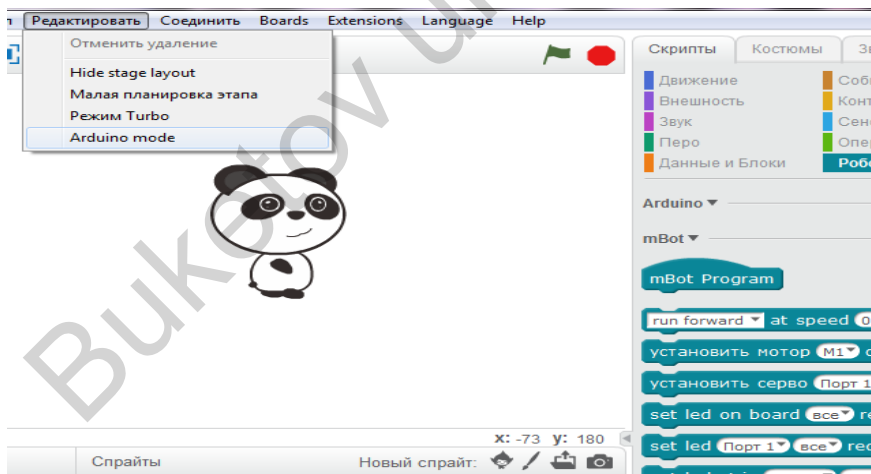

Рисунок 2.24. Подключение блока перевода Arduino
1) В панели управления программы MBLOCK нажать кнопку «**Редактировать**» (рисунок 2.24).
2) В выпавшем меню выбрать позицию «**Arduino mode**» (рисунок 2.24). Это необходимо, чтобы перевести программу,
После этого начинается перевод разработанной вами программы в *машинный программный код*, который сразу же записывается в память робота ULTIMATE ROBOT KIT. Программа может вывести сообщение, что отсутствует порт подключения – в этом случае надо еще раз на панели управления нажать кнопку **Соединить** и установить порт **COM12** (рисунок 2.24).